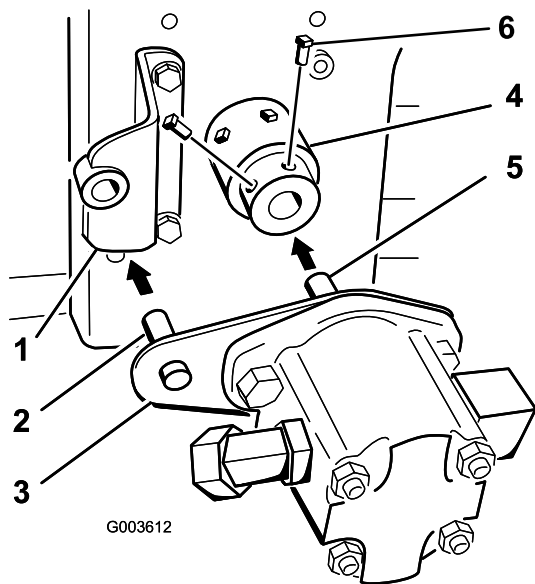

Bild 20
9. Setzen Sie beim Installieren der Hydraulikpumpe im Hub den Pumpenplattenbolzen in die Pumpenhalterung ein. Die Hydraulikpumpenwelle berührt das Ende der Motorzapfwelle (Bild 20).
11. Schmieren Sie die zwei Stellschrauben (5/16" x 3/4") mit Blue Loctite® ein und setzen Sie sie in den Hub ein, um ihn an der Hydraulikpumpenwelle zu befestigen (Bild 20).